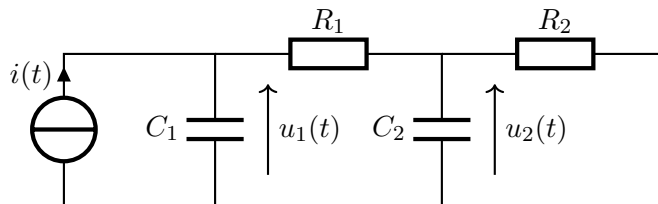

FIGURE 3 – Modélisation électrique
- Q.19** Modifier le schéma électrique de la FIGURE 3 pour prendre en compte l’isolation de la pièce (faire un schéma pour l’isolation intérieure et un autre pour l’isolation extérieure).